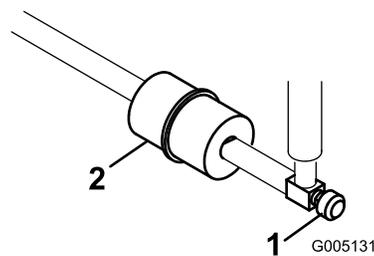

图32
管线式燃油滤清器位于油箱与化油器之间的燃油管内**图32**。
1. 关闭燃油切断油阀**图32**。
2. 将放油盘放到滤清器下方拧松滤清器化油器侧的软管夹然后从滤清器中取出燃油管线**图32**。
3. 松开另一个软管夹然后取下滤清器**图32**。